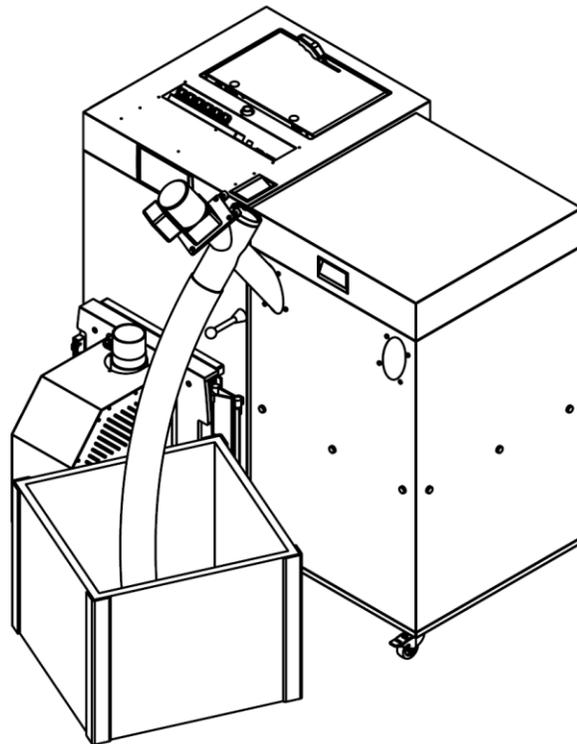

Abb. 17. Übergabe des Brennstoffs mit dem Schneckenförderer ins Vorratsbehälter
1. Vor der Inbetriebsetzung ist die Schnecke im Schneckenrohr mit Brennstoff zu füllen. Zu diesem Zweck ist das Brennerrohr (1 – Abb. 1) z.B. in einem Eimer, Kasten etc. zu sichern, um ein Verschütten des Brennstoffs zu vermeiden (Abb. 17), anschließend MENÜ der Regelung auswählen und in MANUELLEN BETRIEB übergehen. Die Sacke der Brennstoffzuführung wird in Betrieb gesetzt (ohne den Heizkessel zu starten), um das Zuführungsrohr mit dem Brennstoff zu füllen. Die Auffüllung des Transportschneckenrohrs mit dem Brennstoff dauert 20 Minuten, danach mit EXIT den MANUELLEN BETRIEB verlassen, um die Schnecke einzustellen.